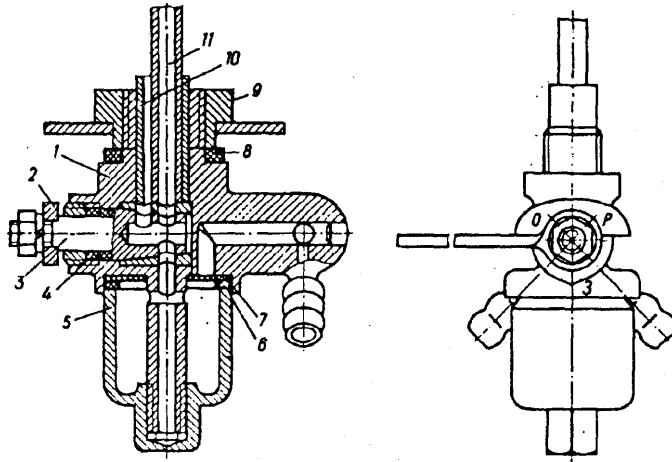

Bild 14. Kraftstoffhahn:
*Kraftstoffhahn mit Filterbecken.* Der Hahn ist ins Rohr-Übergangsstück des Kraftstofftankes eingeschraubt. Im unteren Teil des Kraftstoffhahnes befindet sich ein Filterbecken 5 (Bild 14) samt Filtersieb 6. Der Kraftstoff kommt über eine der zwei Kraftstoffleitungen 10 und 11 von unterschiedlicher Höhe an.
abzulassen und den Kraftstoffhahn beim Befinden seines Betätigungshebels in den Stellungen O und P (Bild 14) mit Druckluft durchzublasen.